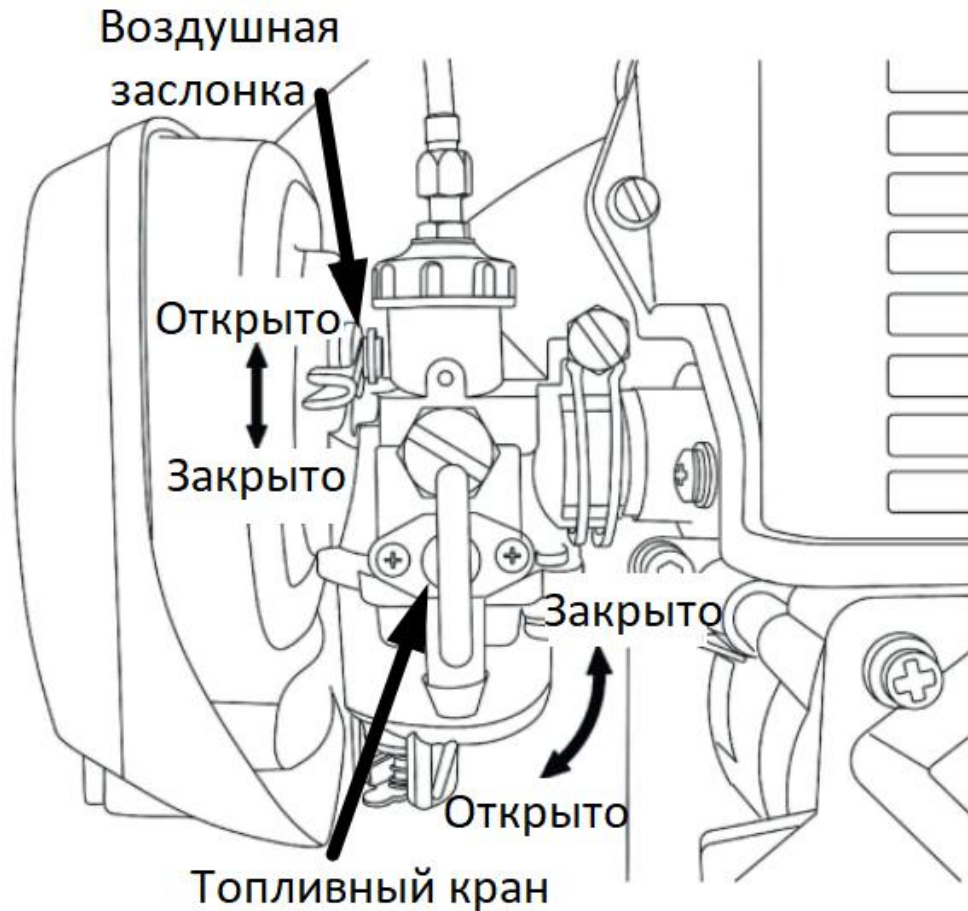

Рисунок 23 - Воздушная заслонка закрыта \ топливный кран - открыт
**Шаг 3** – Откройте топливный – поверните рычаг в положение ОТКРЫТО и закройте воздушную заслонку карбюратора. Для этого рычаг управления воздушной заслонкой установите в положение «ЗАКРЫТО» (Рис.23).